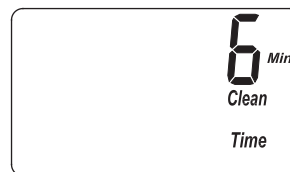

FIG. 27
1. Mantenga oprimido el botón PROGRAM (Programar) hasta que aparezca la pantalla que se indica en la Fig. 24. Cuando ello ocurra, oprima tres veces el botón PROGRAM (Programar) y aparecerá la pantalla que se indica en la Fig. 27.